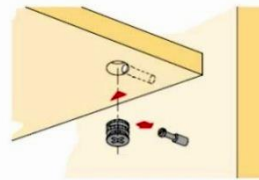

Рис.2 Схема установки эксцентрика
1. На детали №1, №2, №13, №14 и №11, а так же на профиль №19 и №20 установить штоки эксцентриковых стяжек **В** (рис.2);